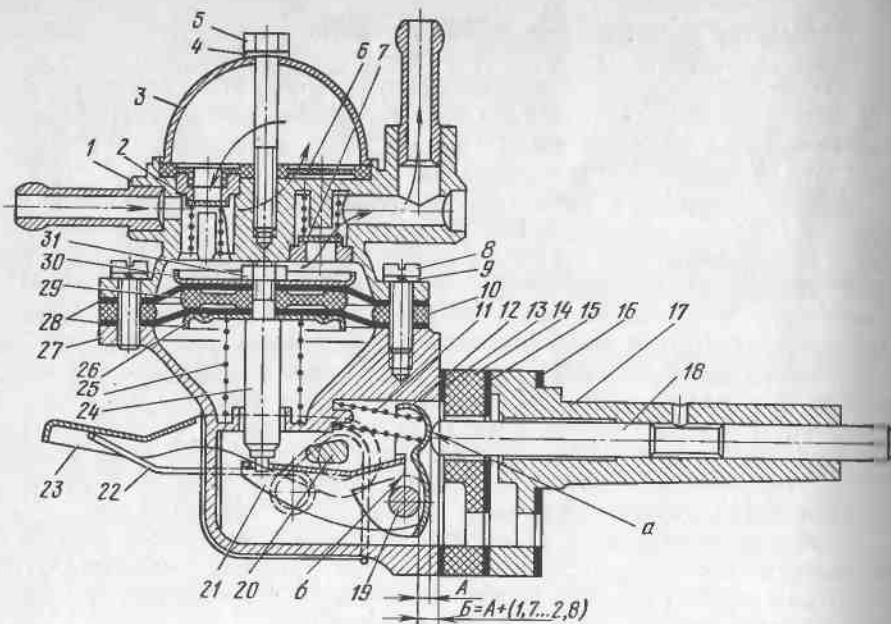
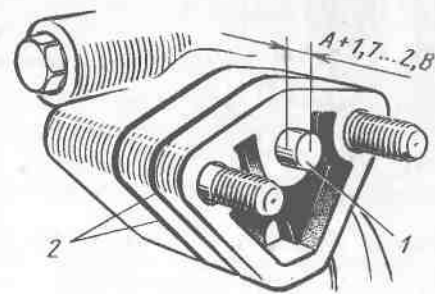

Рис. 80. Топливный насос:
Рис. 95. Установка штанги привода топливного насоса:
но друг друга, отвернуть винты 8 (рис. 80) и снять верхний корпус
**Установка топливного насоса.** При установке насоса, не стоявшего на автомобиле, а также при замене штанги 18, направляющей 17, проставки 14 с прокладками (см. рис. 80) необходимо регулировочными прокладками 16 обеспечить нормальную работу и проницаемость топливного насоса. Перед установкой насоса необходимо нажать на рычаг 12 и замерить расстояние *A* — оно должно быть в пределах 1,0...1,5 мм. Затем следует установить направляющую 17 со штангой 18, проставкой 14 и прокладками 15 и 16 на шпильки крышки распределительных шестерен и, закрепив их, повернуть коленчатый вал до максимального выступания штанги 1 (рис. 95). Штанга привода насоса должна выступать над проставкой на 1,7...2,8 мм больше, чем утопает рычаг привода при выборе свободного хода. Если, например,  $A=1,5$  мм, то  $B=1,5+(1,7...2,8)=3,2...4,3$  мм. Регулировка величины выступания штанги производится за счет прокладок 2. Устанавливают шайбы и закрепляют насос гайками. Устанавливают направляющий аппарат вентилятора с генератором в сборе. Гайки крепления необходимо затянуть моментом 2,0...3,0 кгс·м. При установке масляного радиатора нужно